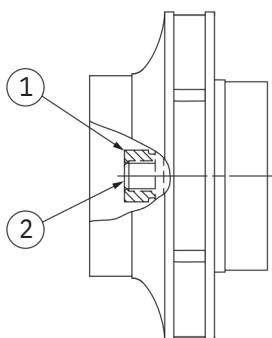

Fig. 107: Position correcte de l'écrou de blocage de roue après le montage
8. Maintenir l'arbre avec une clé (de 22 mm) et serrer l'écrou de blocage de roue selon le couple de serrage prescrit (voir tableau « Couples de serrage » [” 27]). L'écrou (Fig. 107, pos. 1) doit affleurer à $\pm 0,5$ mm avec l'extrémité de l'arbre (Fig. 107, pos. 2). Si ce n'est pas le cas, desserrer l'écrou et répéter les étapes 4 à 8.
9. Retirer la clé plate et remonter la tôle de protection (Fig. I, pos. 27).